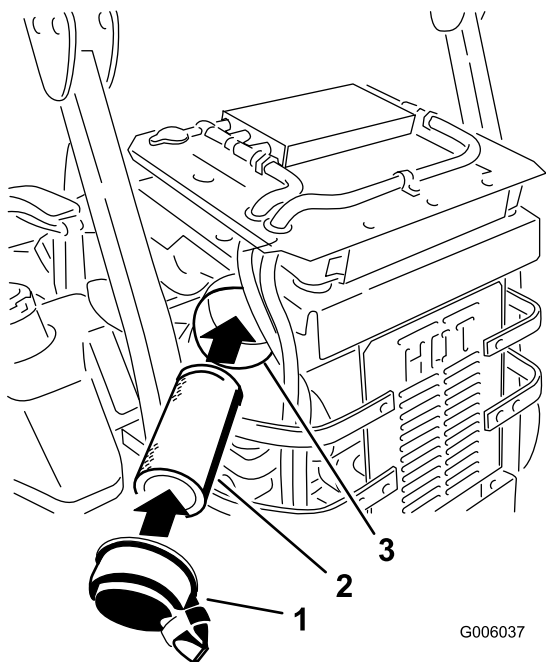

Figure 32
5. Ouvrez les attaches du filtre à air et enlevez le couvercle du corps du filtre (Figure 32).
7. Sortez l'élément filtrant du corps du filtre avec précaution (Figure 32). Évitez de cogner l'élément à l'intérieur du corps.
2. Insérez le filtre dans le corps avec précaution (Figure 32). Assurez-vous qu'il est bien engagé en appuyant sur le rebord extérieur.
3. Remettez en place et verrouillez le couvercle du filtre à air (Figure 32).